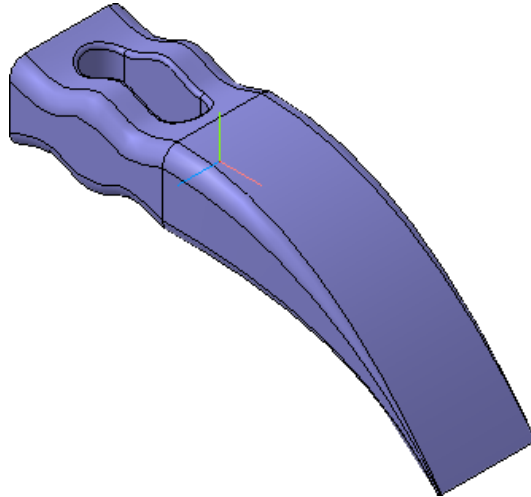

Рисунок 42.
- Нажмите кнопку **Создать объект**  (рис. 42).